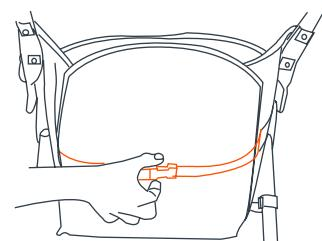
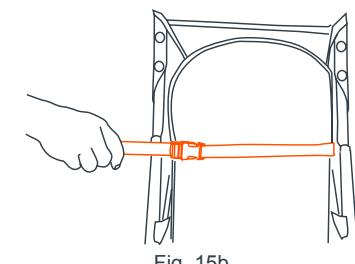

Fig. 15a
Fig. 15b
- 15)** • El asiento posee múltiples posiciones de reclinación que se controlan mediante un sistema de correa y hebilla ubicado detrás del asiento (Fig. 15a). Para reclinar el asiento, suelte la correa por la hebilla y ajústela hasta lograr la posición de reclinación necesaria (Fig. 15b). Para colocar el respaldo en una posición más erguida, empújelo hacia arriba con una mano mientras tira de la correa por la hebilla con la otra. La correa se trabaará automáticamente. La posición erguida se debe usar únicamente para un niño de al menos 6 meses. Al reposicionar el respaldo, siempre vuelva a ajustar el arnés de seguridad, incluyendo los cinturones del hombro.